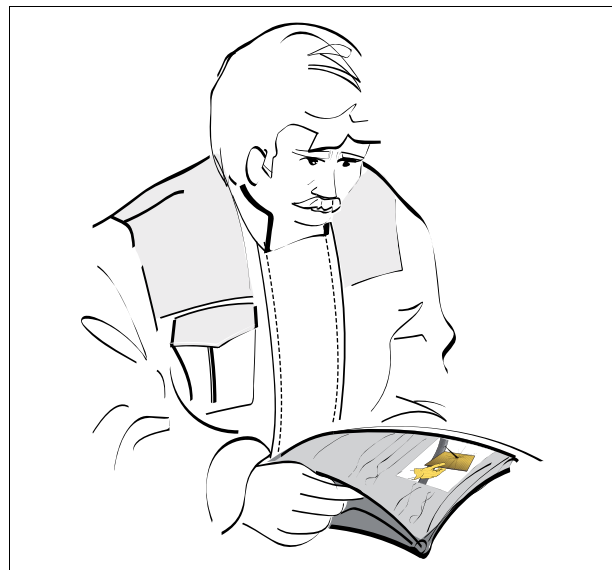

Fig. 1.
- Ha lest og forstått hele denne boken – kontakt alltid en forhandler så snart det er noe du lurer på eller ikke forstår *fig. 1*.